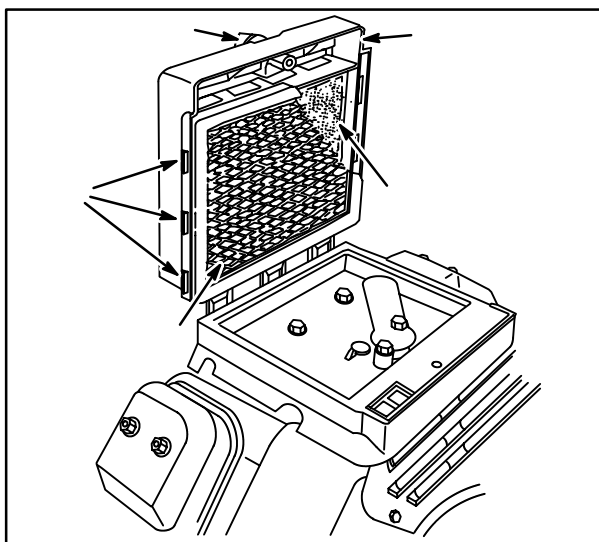

Fig. 3
1. Remova os botões (2) e o conjunto da tampa (1), Fig. 3.
7. Instale o cartucho de papel na tampa com as lingüetas no cartucho (3) nos encaixes da tampa, Fig. 3.